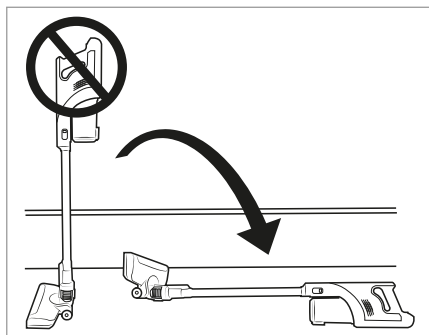

Fig. 9
- ▶ No deje la aspiradora en posición vertical cuando interrumpa el funcionamiento o quiera dejar de agarrarla, sino colóquela en el soporte mural **13** o póngala en el suelo en posición horizontal (consulte la fig. 9 y la 10). De lo contrario, podría caerse y dañarse debido a su alto centro de gravedad, así como potencialmente dañar otros objetos con su caída.